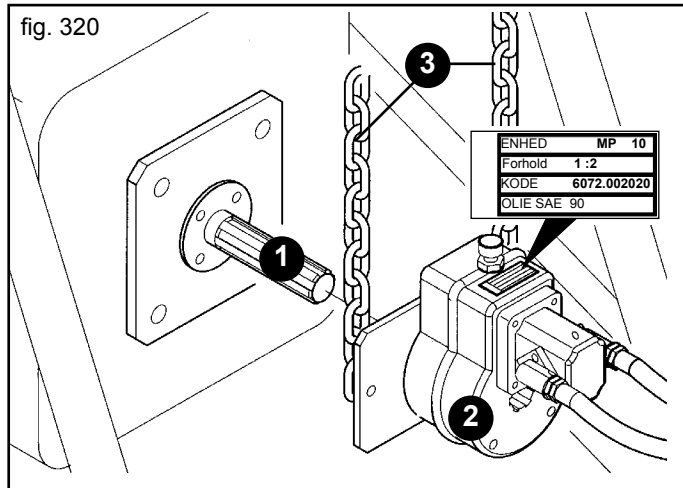

fig. 320
Forbind alle lynkoblinger med motoren slukket og traktoren blokeret. Rens og smør traktorens kraftudtag (1, Fig. 320). Tilkobl multiplikatoren (2) i redskabets kraftudtag som i figur 320. Kontrollér, at koblingen er korrekt, blokér multiplikatorens rotation med de medfølgende kæder (3) ved at hægte dem på en fast del af traktoren.